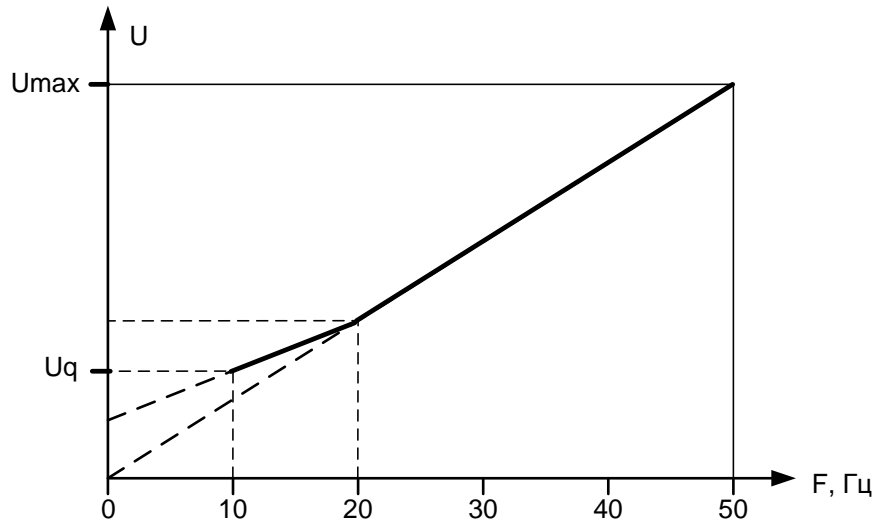

Рисунок 9– Зависимость выходного напряжения частотного преобразователя от частоты.
1.6.2.1 Изменение подачи дозирочного агрегата производится за счёт изменения скорости ходов вытеснителя и за счёт периодического отключения насоса. Для этого в БУДН имеется встроенный частотный преобразователь, нагруженный на асинхронный электродвигатель переменного тока с короткозамкнутым ротором. Для частотного преобразователя, реализован закон регулирования $U / F = \text{const}$, где U – действующее напряжение на выходе, а F – частота напряжения на выходе (рисунок 9).